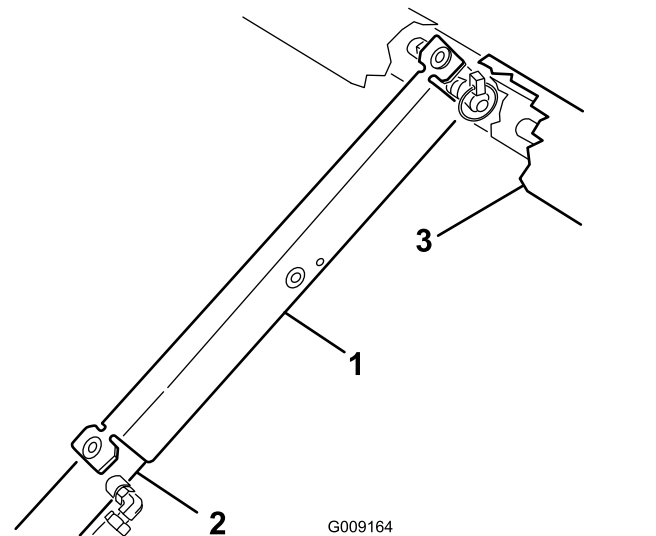

図 89
8. サポートをシリンダロッドにはめ込み、サポートの端部でシリンダバレルの端と昇降シリンダのロッドの端を確実に支える 図 89。